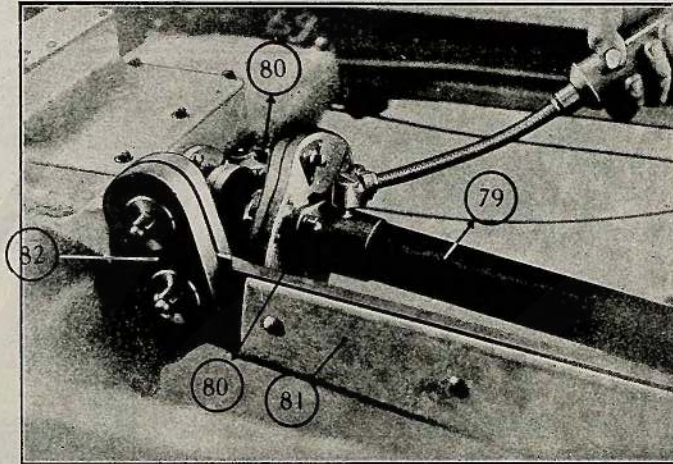

FIG. 19
Pour assurer le centrage parfait de l'arbre (79) l'extrémité du manchon de l'arbre de la boîte porte une rotule qui pénètre dans l'intérieur de l'arbre (79). De plus cette rotule empêchera l'arbre de sortir en cas d'une rupture de l'accouplement élastique (qui pourrait se produire à la suite d'un mauvais remontage ou si un ouvrier oubliait de resserrer et de regoupiller les écrous (80) des boulons d'accouplement). Par suite des oscillations de l'arbre de transmission cette rotule travaille légèrement et un graissage a été prévu, il faut opérer comme indiqué (FIG. 19) au moyen du graissage à pression. A l'autre extrémité de l'arbre (79) se trouve placé un accouplement identique monté et graissé de la même façon pour relier l'arbre de commande du pont arrière. Le n° 81 montre la bielle de réaction fixée d'une part sur le pont arrière et à l'autre